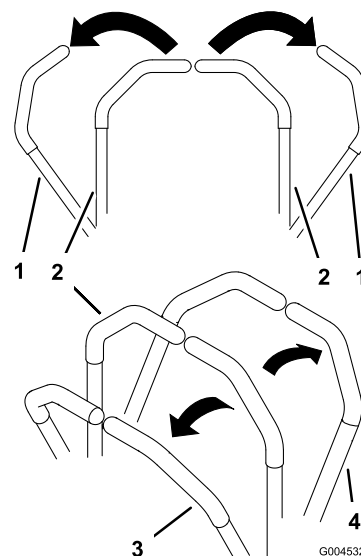

Figure 14
1. Mettez les leviers de commande de déplacement (Figure 14) en position de verrouillage au point mort.
- Pour vous déplacer en ligne droite en marche avant, poussez doucement les leviers de commande de déplacement vers l'avant (Figure 14).
- Pour vous déplacer en ligne droite en marche arrière, tirez doucement les leviers en arrière (Figure 14).
- Pour tourner, ralentissez la machine en tirant les deux leviers en arrière puis poussez en avant le levier du côté opposé à celui que vous voulez prendre (Figure 14).